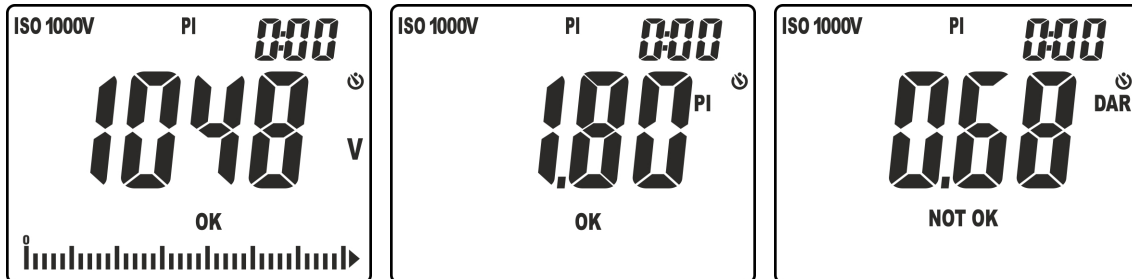

Fig. 24: Résultats de la mesure de PI et DAR
10. Cliquer sur les touches ▼/⚡ ou ▲/ZERO pour afficher la tension réelle appliquée, la valeur du paramètre PI ou la valeur du paramètre DAR (voir Fig. 24)